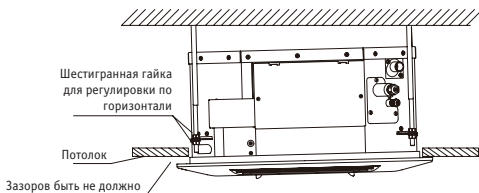

Рис. 5.17
- Между потолком и панелью не должно быть зазоров. См. рисунок 5.17.